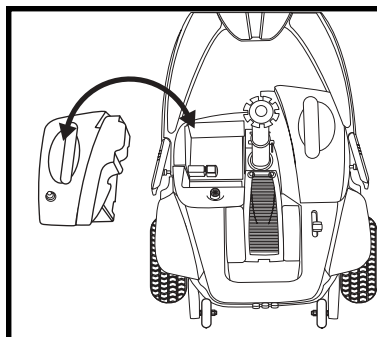

Abb. 16. Einbau / Ausbau der Batteriepacks
4. Entfernen Sie das linke, dann das rechte Batteriepack durch gerades Heraus- und Wegziehen vom Elektromobil. Siehe Abb. 16.